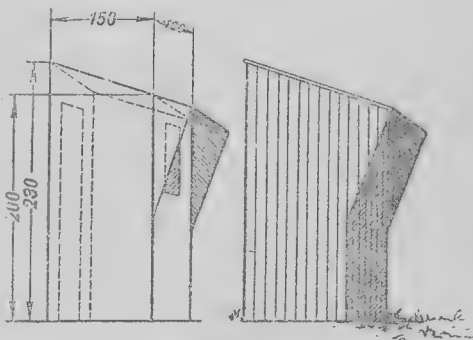

Рис. 42. Будка
74. Проверка боя проводится в присутствии владельцев револьверов и их командиров, по возможности в ясную погоду, в тире или на стрельбище; в последнем случае стрельбу вести из будки (рис. 42), чтобы прикрыть стрелка от солнца и ветра.